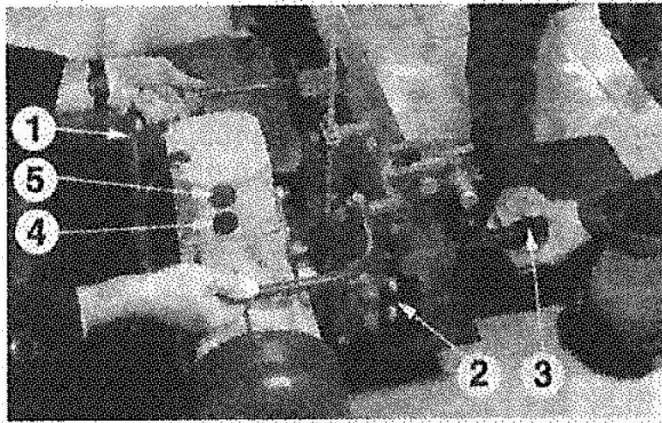

Рис. 4. Станок СТР 2
10. Как установить станок СТР 2 в работе, в случае, если заранее отмене места центров стыковых отверстий (рис. 4)
11. Как установить станок СТР 2 в работе, если пользуются мерным стержнем (рис. 4)
12. Что изображено на рис. 4 под №2
13. Какой способ подачи и отвода вала шпинделя у станка СТР 2 (рис. 4)